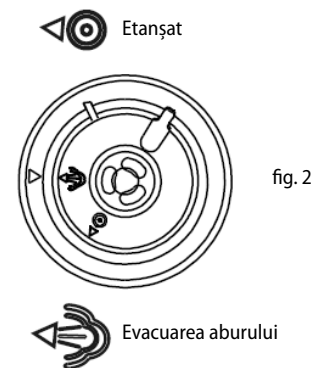

fig. 2
3. Pregătiți capacul de presiune (2), a se vedea Fig. 2.
- Prin tragerea proeminenței metalice de pe partea inferioară a capacului îndepărtați capacul de protecție pe care este montată garnitura (4). Garnitura (4) poate fi scoasă și curățată. Asigurați-vă că garnitura (4) nu este deteriorată sau ruptă nicăieri. În caz de deteriorare, este necesară înlocuirea. Asigurați-vă că supapa flotantă (3) este curată și se poate mișca liber.
4. Prindeți capacul de presiune (2), rotiți mânerul în sensul acelor de ceasornic și ridicați capacul pe verticală în sus.
5. Îndepărtați vasul interior (8). Volumul total de alimente și apă nu trebuie să depășească 2/3 din volumul vasului interior.
6. Asigurați-vă că suprafața interioară a corpului aparatului (9) este uscată și așezați vasul interior (8) în corpul aparatului (9).
7. Puneți capacul de presiune (2), rotiți-l în sens invers acelor de ceasornic până când auziți un clic. În acel moment, capacul se află la locul potrivit.
8. Rețineți că pentru ca oala să funcționeze corect, supapa de presiune (1) trebuie să se poată mișca liber.